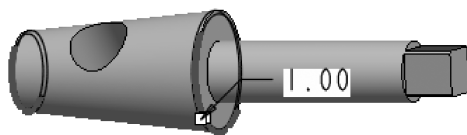

图 4-136 选择倒角边
(25) 单击【工程特征】工具栏中的【倒角】按钮 ，弹出【倒角】操控板，在图形区按住 <Ctrl> 键选择如图 4-136 所示的两条边作为倒角边。